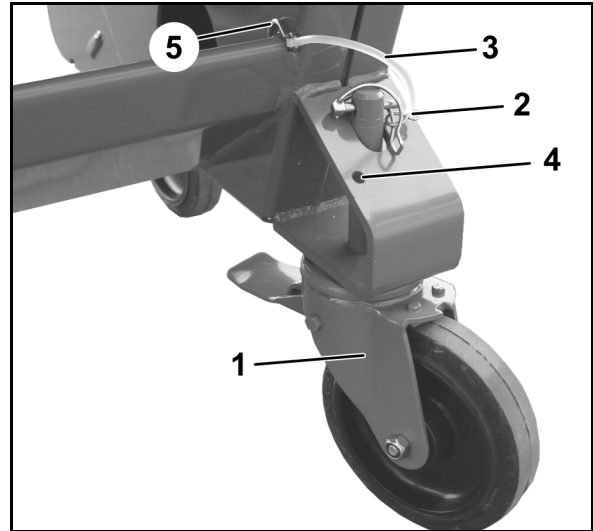
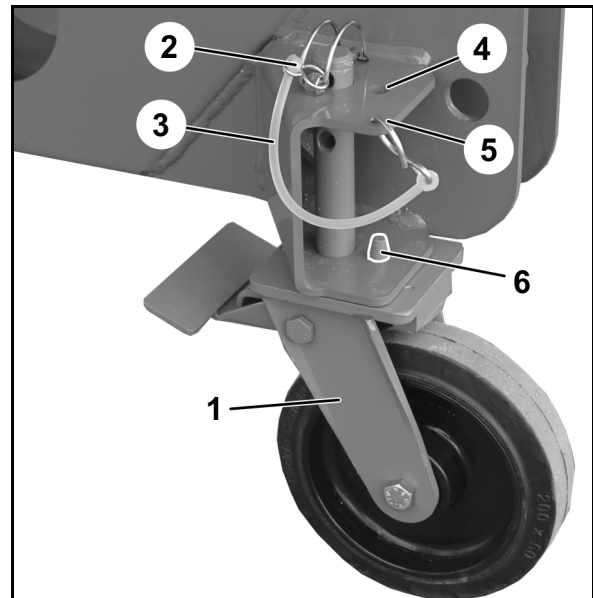

Bild 9
Bild 10
- Fäst låssprintarna med säkerhetsbandet (Bild 9/3; Bild 10/3) på maskinen (Bild 9/5; Bild 10/5).
5. **Styrbara** rullar **fram** (Bild 9/1),
Fasta rullar **bak** (Bild 10/1)
- o monteras och fixeras med låssprint (Bild 9/2; Bild 10/2), eller
När transportrullarna inte används ska låssprintarna sättas i parkeringsläget (Bild 9/4; Bild 10/4).
Vid monteringen av de fasta rullarna måste man se till att bulten (Bild 10/6) går helt igenom hålet på ramen och fixerar rullarna i på längden.